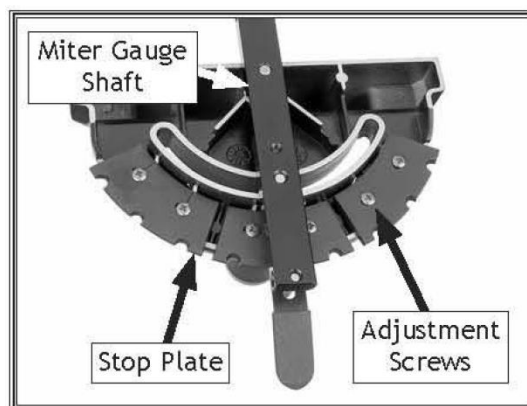

Рисунок 124. Проверка упора под углом 45° на транспортире.
5. Ослабьте два винта с крестообразной головкой, которые крепят стопорную пластину под углом 90° (см. рис. 124).